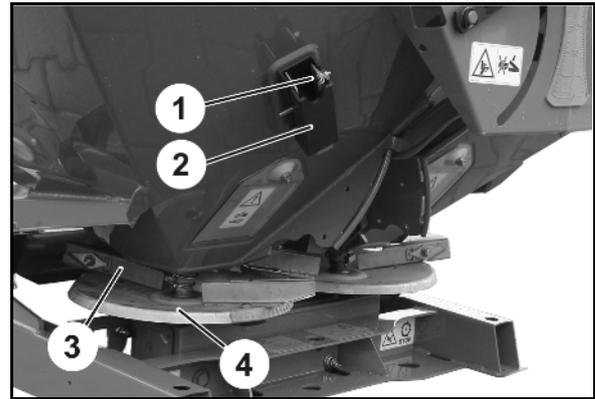

Fig. 83
5. Die Grenzstreuschaufel (Fig. 83/1) mittels Flügelmutter (Fig. 83/2) auf die Streuscheibe montieren.
6. Die Ablesekante (Fig. 83/3) auf die Zahl an der Skala (Fig. 83/4) laut Streutabelle einstellen und die Flügelmutter (Fig. 83/2) wieder fest anziehen.